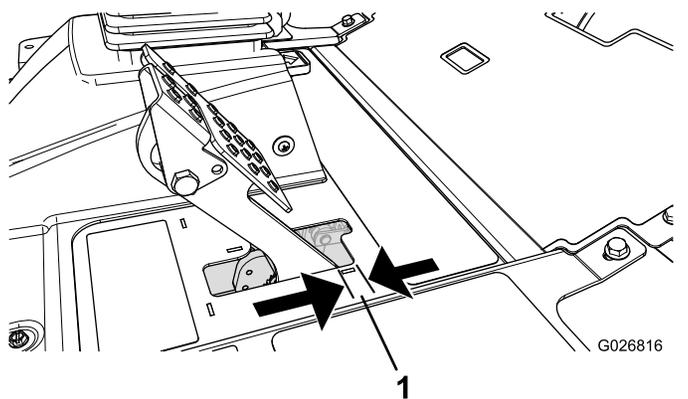

Рисунок 68
Тормоза необходимо отрегулировать, если свободный ход (Рисунок 68) педали тормоза превышает 2,5 см или если требуется большее усилие нажатия для торможения. Свободным ходом педали называется величина ее перемещения до точки, в которой возникает ощущение сопротивления выжиманию.
2. Затяните заднюю гайку, чтобы переместить трос назад так, чтобы свободный ход педалей тормоза составил от 6,3 до 12,7 мм (Рисунок 68) до момента фиксации колес.